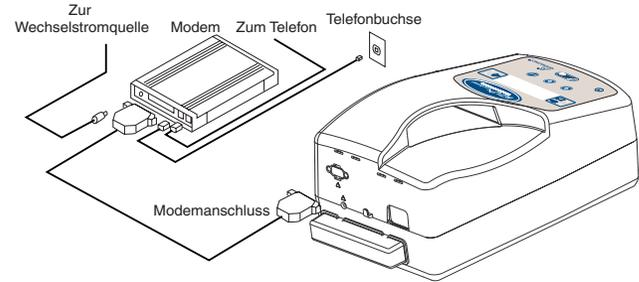

Abb. 9-1 Installieren der Telefonleitung
SCHRITT 1 Den Modemstecker an der Rückseite des Synchrony in das Modem einstecken. Das Modem mit der Telefonbuchse verbinden. Abbildung 9-1 zeigt eine typische Installation; die Modeminstallation Ihres Geräts kann je nach verwendetem Modem variieren.
- SCHRITT 1** Das Synchrony wie in Abbildung 9-1 an das Modem anschließen.